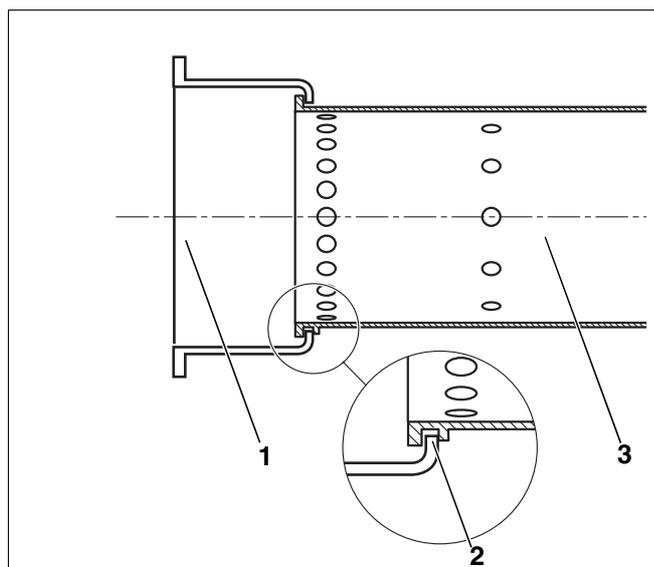

Fig. 64 Inserire il boccaglio
- Inserire un nuovo boccaglio. La sporgenza (fig. 64, **pos. 2**) del boccaglio (fig. 64, **pos. 3**) deve essere sostenuta in basso dal tubo di supporto (fig. 64, **pos. 1**).